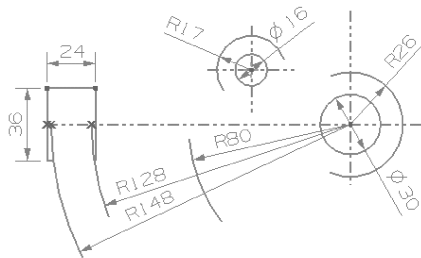

图 2-68 画已知线段
- (2) 画已知线段，如标注尺寸的线段，如图 2-68 所示。